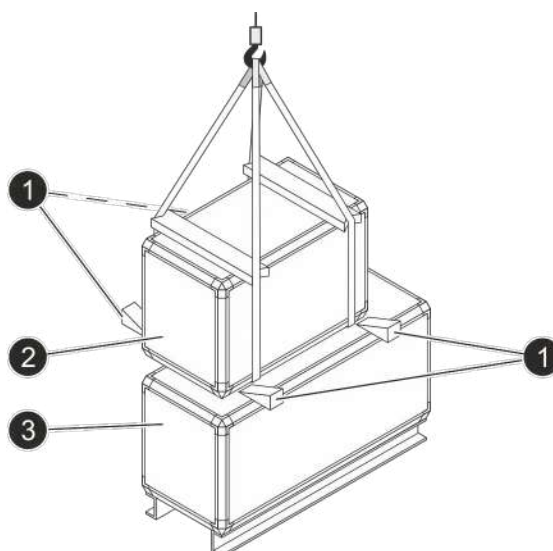

Fig. 23: Montaje en superposición de cubos
2. ➤ Coloque el cubo superior (Fig. 23/2) con la grúa por encima del cubo inferior (Fig. 23/3) ( ➤ *«Transporte con riostras para cuerdas» en la página 23).*
3. ➤ Coloque cuatro cuñas (Fig. 23/1) debajo de las cuatro esquinas del cubo superior (Fig. 23/2).
4. ➤ Descienda con cuidado el cubo superior (Fig. 23/2) sobre las cuatro cuñas (Fig. 23/1).
6. ➔ Extraiga con cuidado las cuatro cuñas (Fig. 23/1) entre el cubo superior y el inferior.